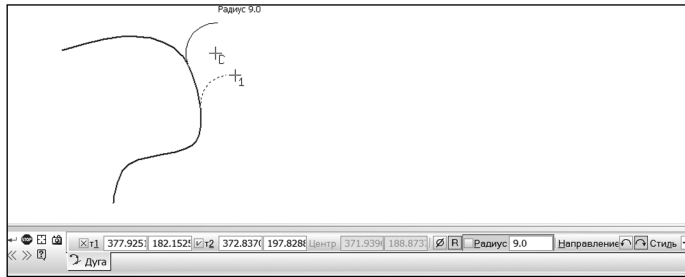

Рис. 10.33. Команда «Дуга, касательная к кривой»
- Кнопка **Дуга, касательная к кривой**  предназначена для построения дуги, касающейся 1 кривой, с произвольным центром и диаметром (рис. 10.33). Для этого необходимо выбрать кривую или прямую линию в графическом окне. Затем необходимо указать первую точку, расположенную вне дуги. Вторая точка построится автоматически касательно к дуге. Перемещая мышку, можно изменять радиус дуги и расположение второй точки. В некоторых случаях программа может предложить несколько ва-